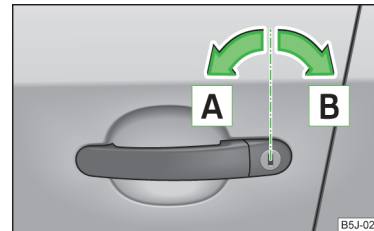

Abb. 10
- Den Schlüssel im Schließzylinder der Fahrertür in die Fahrtrichtung (Entriegelungsstellung) **A** drehen » Abb. 10.
- › Den Schlüssel im Schließzylinder der Fahrertür entgegen der Fahrtrichtung (Verriegelungsstellung) **[B]** drehen » Abb. 10.